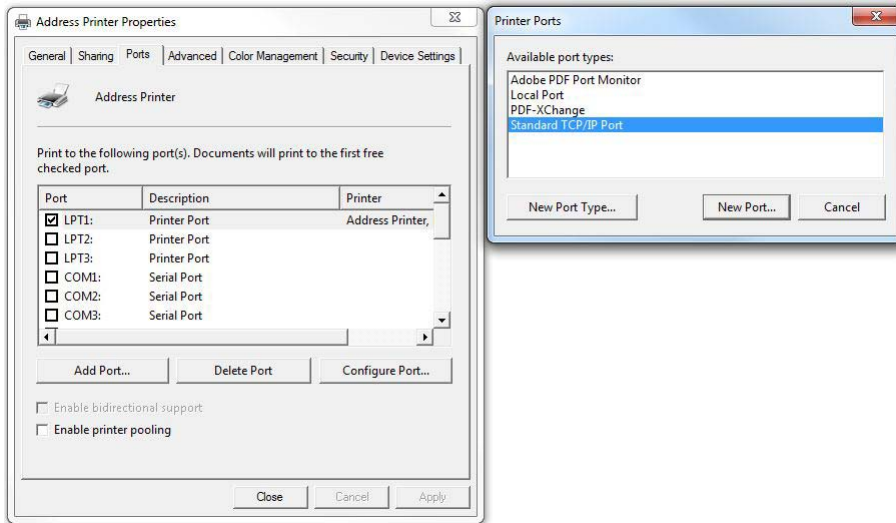

Abbildung 39: Hinzufügen eines TCP/IP Port
- Wechseln Sie in den Reiter "Anschlüsse und klicken Sie auf "Hinzufügen...". Dadurch öffnet sich ein neues Fenster. Wählen Sie in diesem Fenster "Standard TCP/IP Port" aus und klicken Sie auf "Neuer Anschluss..." (siehe Abbildung 39)